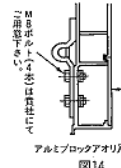

図14
- アルミブロックアオリ戸の裏板に固定して下さい(貴社にてM8ボルト4本をご用意下さい。ナットバネ座金は付属品を流用できます)。アオリプラケット固定後、アオリ戸のインナーカバーをつけて下さい(図14参照)。